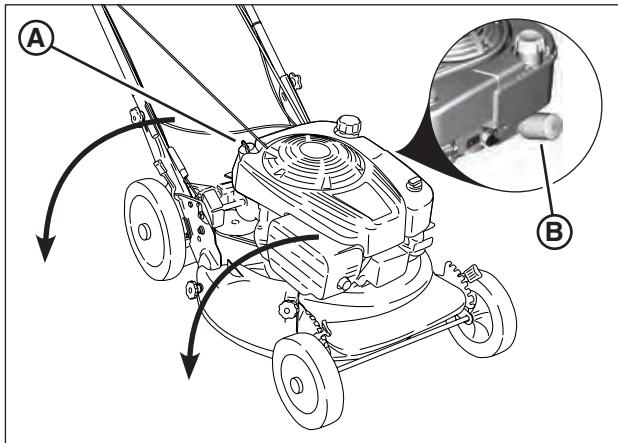

Figure 14 : Vidange de l'huile moteur
2. Enlever la jauge d'huile (**A**, Figure 14), puis tourner la tondeuse sur son côté. Laisser l'huile drainer du tube de remplissage d'huile dans un contenant approprié. Jeter l'huile usée selon les réglementations.
2. Enlever le filtre à huile (**B**, Figure 14) et le jeter de façon appropriée.